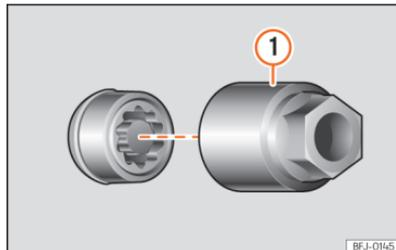

Fig. 245 Parafuso antirroubo com capa de proteção e adaptador.
- Encaixe o adaptador especial »» Fig. 245 ① (ferramenta de bordo »» Página 351) no parafuso antirroubo da roda até ao limite.